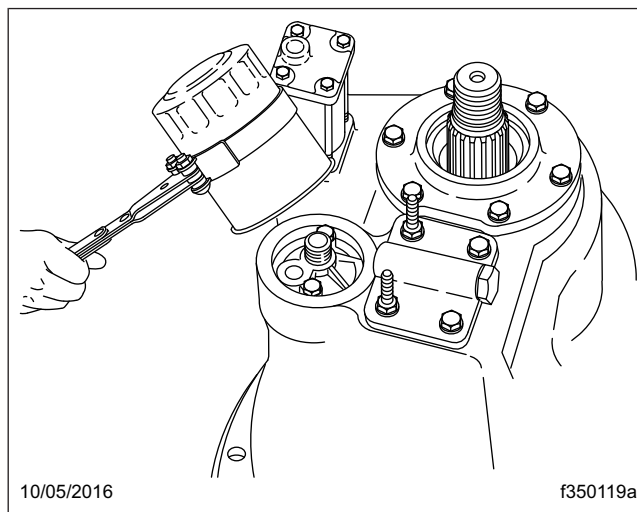

Figura 6, Cómo retirar el filtro de aceite de eje Meritor
3. Si está equipado con una bomba de aceite, use una llave de correa adecuada para filtros y retire el filtro de aceite del eje. Vea la **Figura 6**. Desheche el filtro viejo.